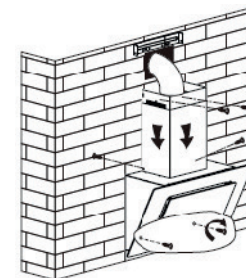

Afbeelding 4
6. Plaats de afzuigkap hangend aan de muur in een vaste positie. Pas de positie van de afzuigkap aan. Maak de afzuigkap vast met 2 veiligheidsschroeven van 4 x 30 mm. Opmerking: De twee veiligheidsontluchtingen met een diameter van 6 mm worden aan de achterkant van de behuizing geplaatst. Zie afbeelding 4 & 6